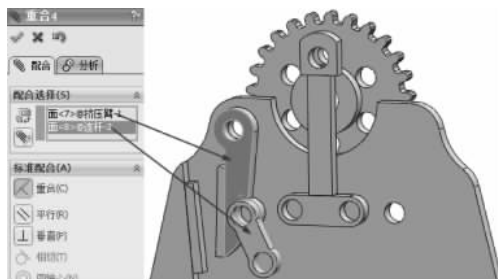

图 3-145 重合配合
(8) 继续进行配合约束, 选择【标准配合】选项组下的【重合】配合类型 , 在【要配合的实体】选择框  中选择如图 3-145 所示的面, 其他保持默认, 单击【确定】按钮 , 完成重合配合。